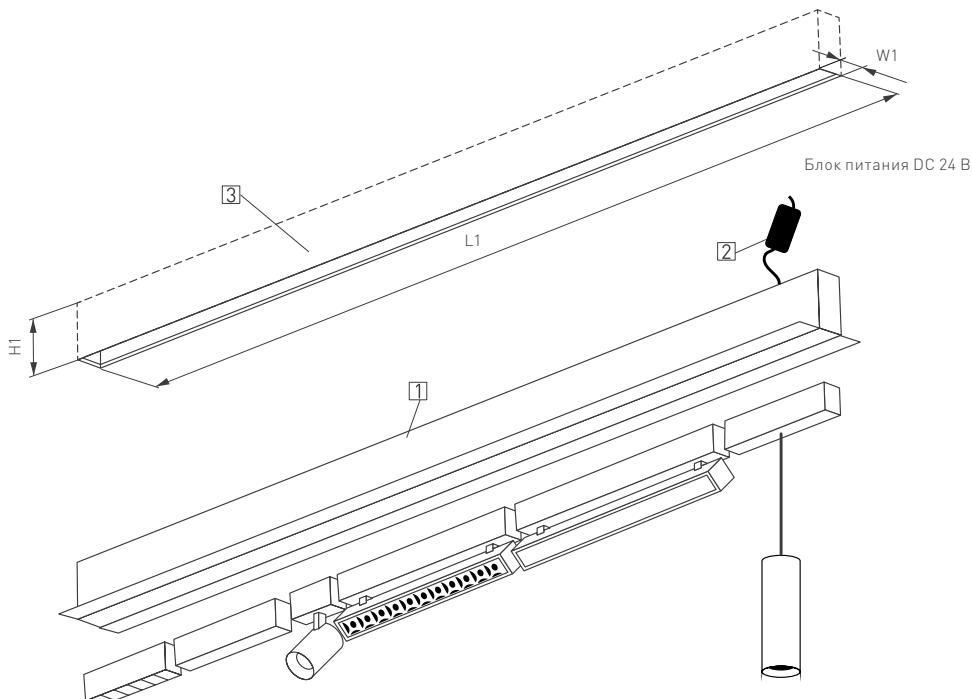

Рис. 2. Монтаж магнитного шинопровода серии 2538
- 3.1. Подготовьте в монтажной поверхности ниш [3] по размерам, указанным в таблице 2.1 (здесь и далее см. рис. 2 и 3).